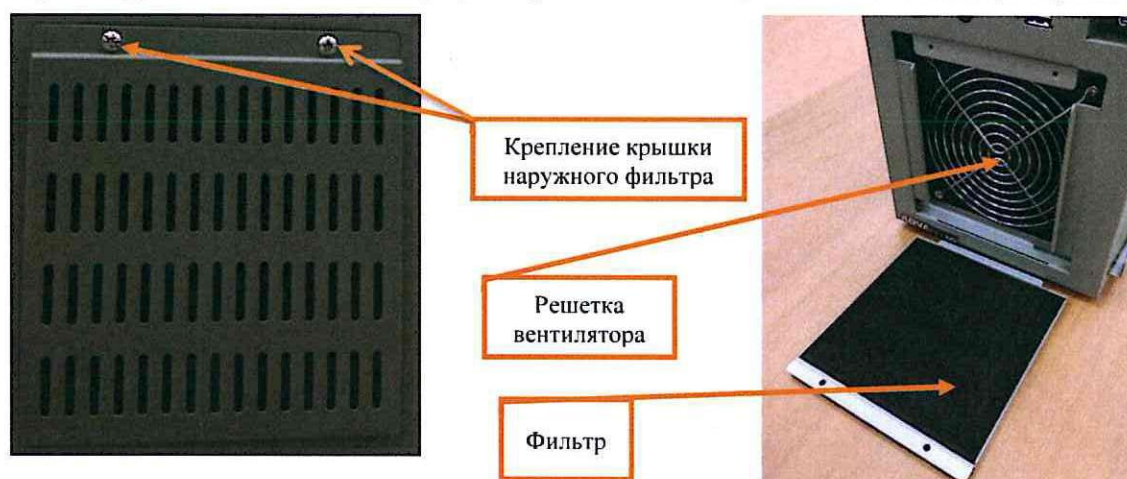

Рисунок 3. Очистка фильтра на лицевой панели системного блока.
7.1.5 Произвести очистку наружного фильтра (при необходимости заменить на новый), расположенного на лицевой панели системного блока, посадочного места, в котором он установлен, наружной решетки и решетки вентилятора с помощью чистящей салфетки (Рисунок 3). Для доступа к фильтру необходимо отвернуть крестовой отверткой два болта (Рисунок 3).